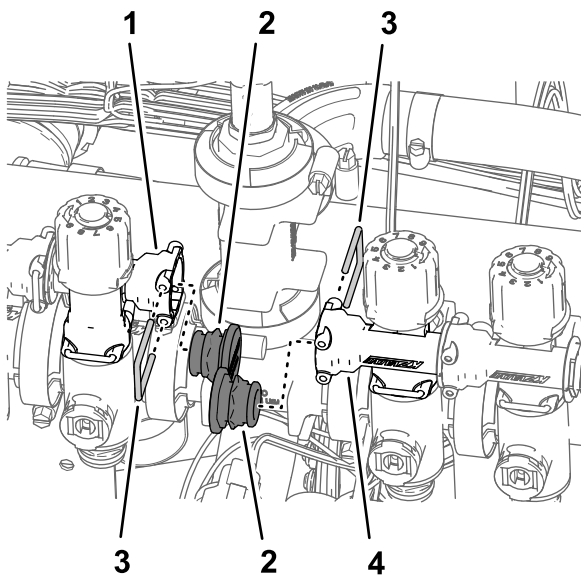

図 99
3. ノズルバルブ 5 番と 6 番のところのクイックディスクコネクティングのソケットにプラグを固定しているリテーナを外して、プラグを外す 図 99。